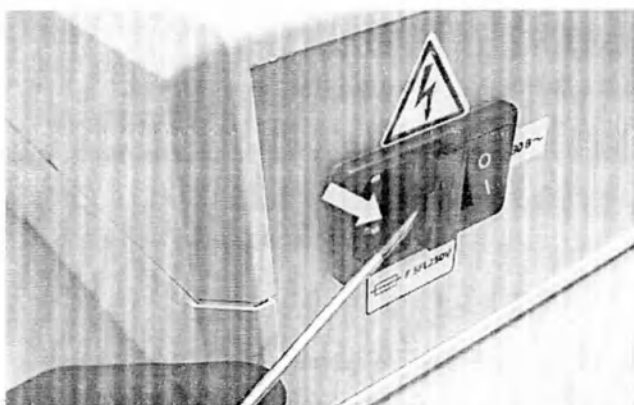

Рис. 34. Извлечение предохранителя из корпуса Apparata
- 2 С помощью плоской отвертки (либо плоского пинцета) подцепите защитный корпус предохранителя, как показано на Рис. 34.